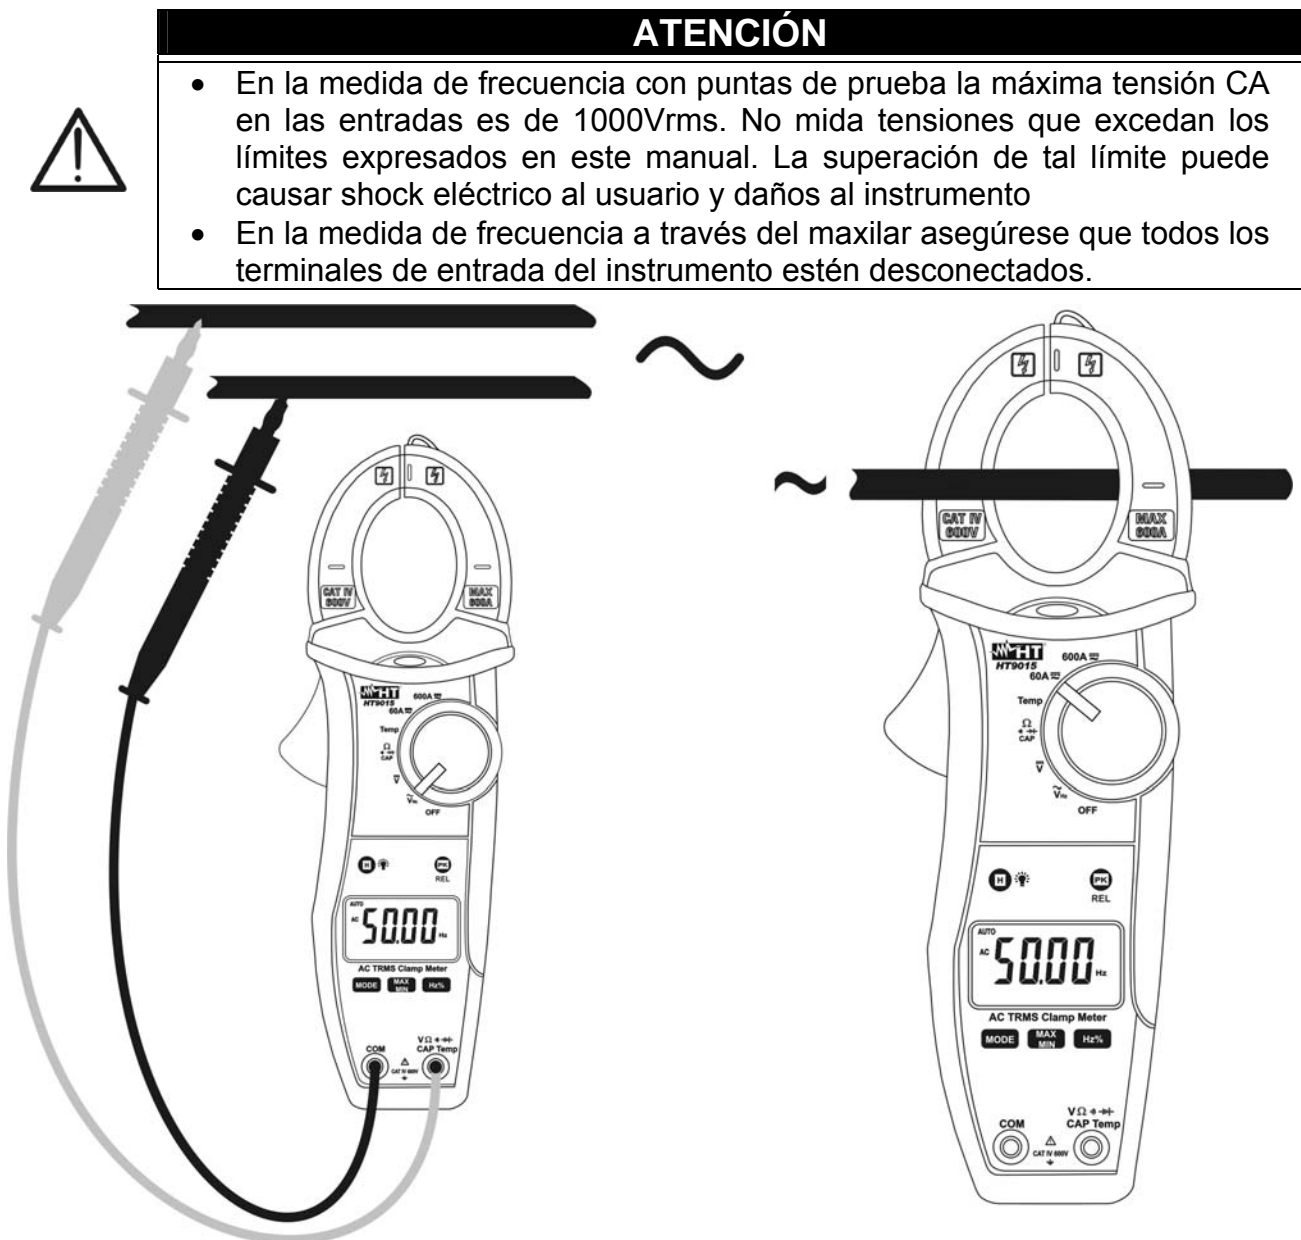

Fig. 10: Uso de la pinza para medidas de Frecuencia y Duty Cycle
3. Inserte el cable rojo en el terminal de entrada **V $\Omega$ Temp** y el cable negro en el terminal de entrada **COM** (Fig. 10 – parte izquierda) para medidas de frecuencia con puntas. Inserte la pinza sobre el conductor (Fig. 10 – parte derecha) para medidas de frecuencia con maxilar. El valor de la frecuencia (Hz) o del duty cycle (%) es mostrado en el visualizador. En la medida de frecuencia y duty cycle la barra gráfica analógica está desactivada.